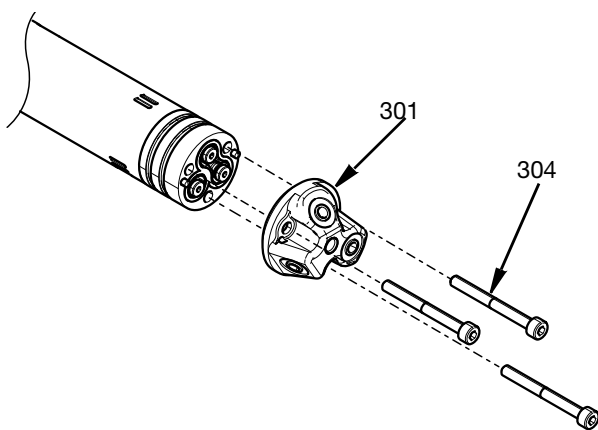

FIG. 30
10. Fäst munstyckshuvudet (301) på adaptorn med M4-skruvarna (304) dragna genom till mittkroppen. Dra åt till 3,3 N•m (29,2 in-lbs). Se FIG. 30.